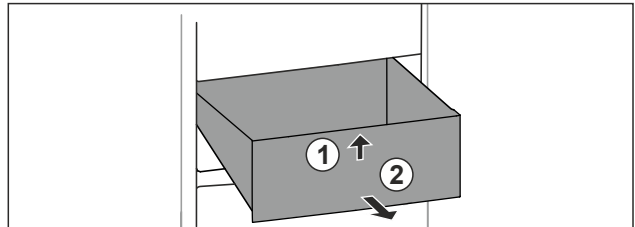

Fig. 105
- Soulever la partie avant du tiroir. Fig. 105 (1).
- Retirer le tiroir par l'avant. Fig. 105 (2)